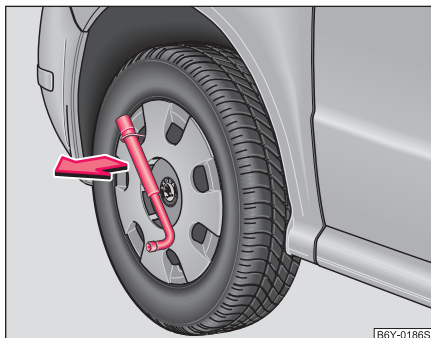

Fig. 142 Demontarea
- Introduceți cheia de roată în mâner, sprijiniți cheia de anvelopă și scoateți capacul roții ⇒ Fig. 142.